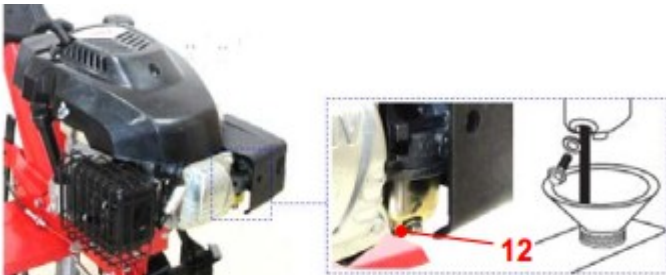

Fig.31
2. Poser un conteneur adéquat sous la vis de vidange du carburant (12) pour collecter le carburant épuisé.
3. Dévisser la vis de vidange de carburant et laisser le carburant couler dans le conteneur. (Fig.31)